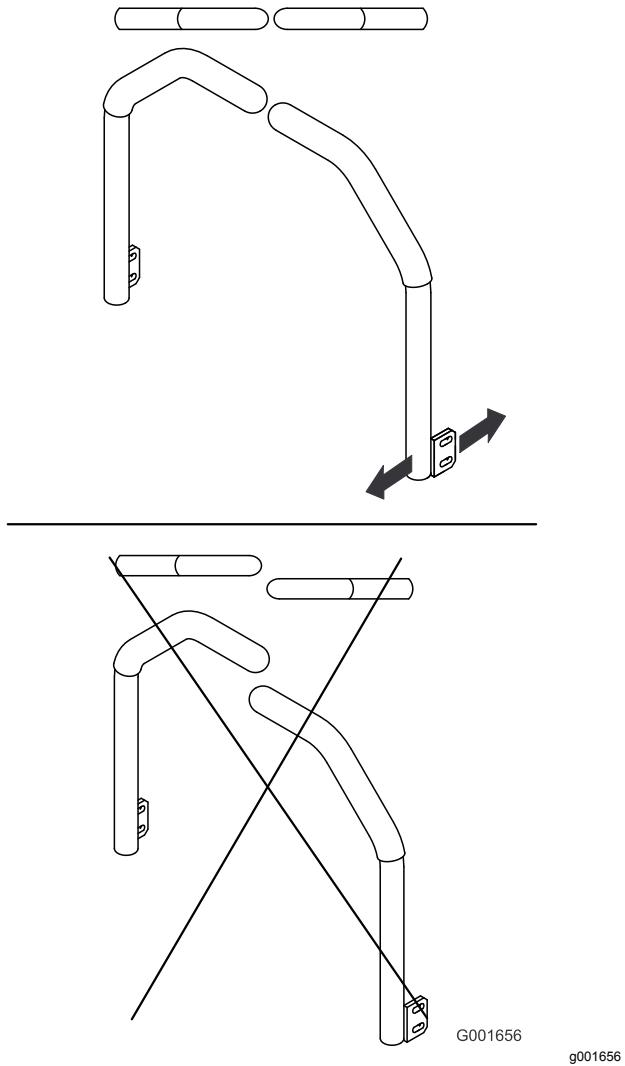

Figura 56
5. Ajuste as alavancas de controlo de forma a ficarem alinhadas e aperte os parafusos, prendendo as alavancas às hastas (Figura 56).